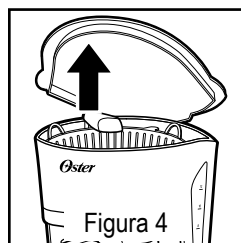

Figura 4
1. Abra la tapa de la canasta de preparación, gire la regadera a la parte de atrás y retire el inserto del filtro. Si usa filtro de papel es importante que los lados del filtro queden ajustados contra las paredes del inserto del filtro. Si el filtro se dobla, para mejores resultados, humedezca el filtro antes de colocarlo dentro de la canasta de preparación y añada los granos molidos de café. Consulte la figura 4.